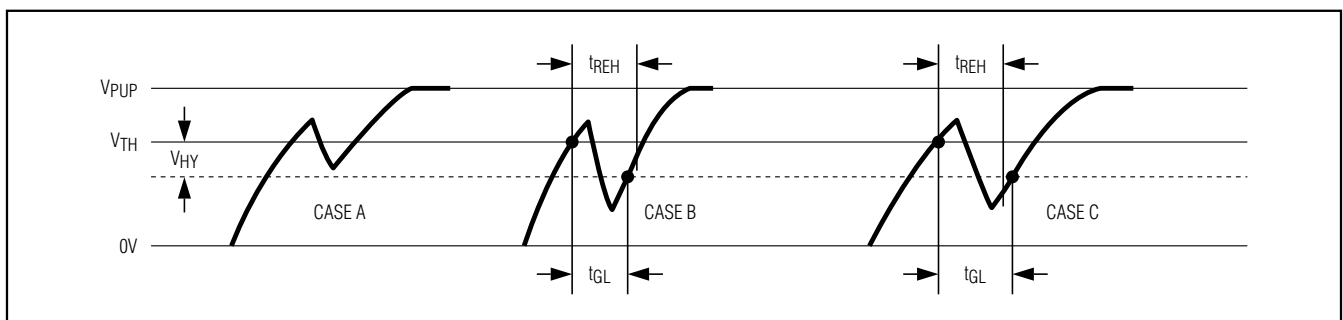

図12. ノイズ抑制の説明図
- 2) ローからハイへのスイッチングスレッショルド V_{TH} には、ヒステリシスがあります。負のグリッチが V_{TH} を横切っても $V_{TH} - V_{HY}$ を下回らない場合は、グリッチは認識されません(図12のCase A)。ヒステリシスは1-Wire速度に関係なく有効です。
- 3) 立下りエッジのホールドオフ時間 t_{REH} によって規定された時間ウィンドウがあり、この間は、グリッチは $V_{TH} - V_{HY}$ のスレッショルドを下回ったとしても無視されます(図12のCase B、 $t_{GL} < t_{REH}$)。 V_{TH}
スレッショルドを横切った後に遅れて現われる、 t_{REH} ウィンドウを超える大きい電圧降下やグリッチは、フィルタで取り除くことができず新しいタイムスロットの開始とみなされます(図12のCase C、 $t_{GL} \geq t_{REH}$)。